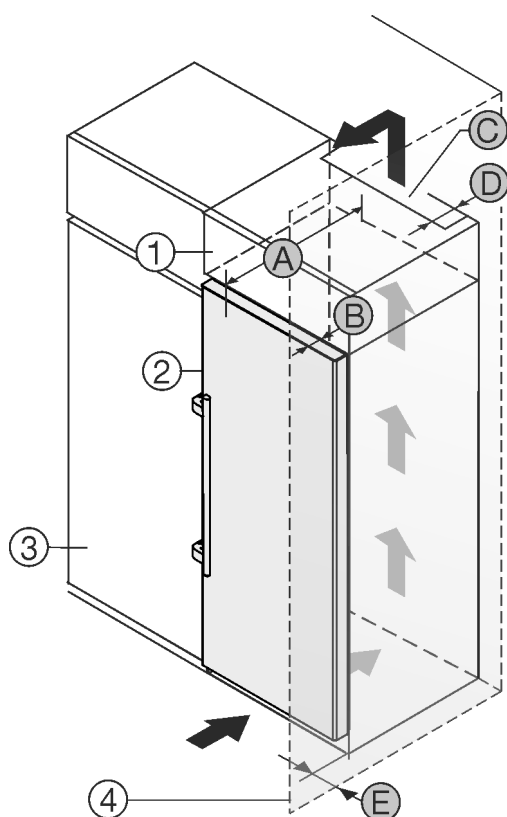

Fig. 2
Можете да поставите уреда непосредствено до кухненския шкаф *Fig. 2 (3)*.*
От задната страна на шкафа-пристройка трябва да има вентилационен отвор с дълбочина *Fig. 2 (D)* по цялата ширина на шкафа-пристройка.*
Под тавана на помещението трябва да е спазено сечението за вентилация *Fig. 2 (C)*.*
Когато уредът се поставя с пантите до стена *Fig. 2 (4)*, разстоянието между уреда и стената трябва да е поне 57 mm . Това отговаря на разстоянието, с което дръжките стърчат при отворена врата.*
За да можете да отваряте вратата изцяло, уредът трябва да е издаден с дълбочината на вратата *Fig. 2 (B)* спрямо челото на кухненския шкаф. В зависимост от дълбочината на кухненските шкафове *Fig. 2 (3)* и използването на детайли за отстояние от стената, уредът може да излезе още по-напред.*